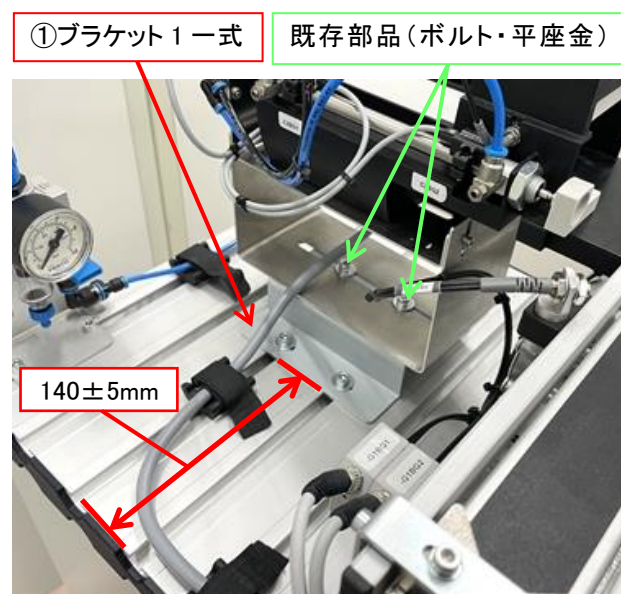

図 2
- (1) 支給部品①をマガジン下に既存部品を再利用して取り付け。(図2参照)